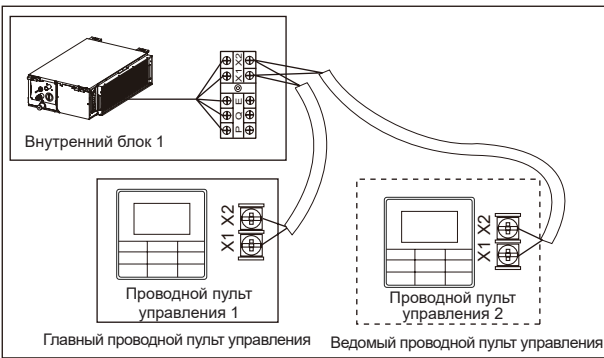

Рисунок 7.7
- Используйте один проводной пульт управления для управления одним внутренним блоком или два проводных пульта управления (один главный и один ведомый пульт) для управления одним внутренним блоком (см. рисунок 7.7).